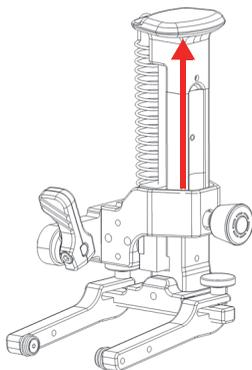

Figure 3-2 Glissement du rail en position verrouillée
2. Pour faciliter l'installation, soulevez les supports de sonde en faisant glisser le rail du bras à ressort vers le haut jusqu'à ce qu'il atteigne la position verrouillée (Figure 3-2 à la page 69).